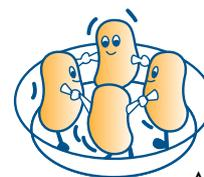

Abb. 10
- 5) Werden viele Portionen des selben Nahrungsmittels zubereitet, zum Beispiel Salzkartoffeln, **legen** Sie diese **ringförmig** in eine feuerfeste Schüssel, damit sie einheitlich gar werden (Abb. 10).